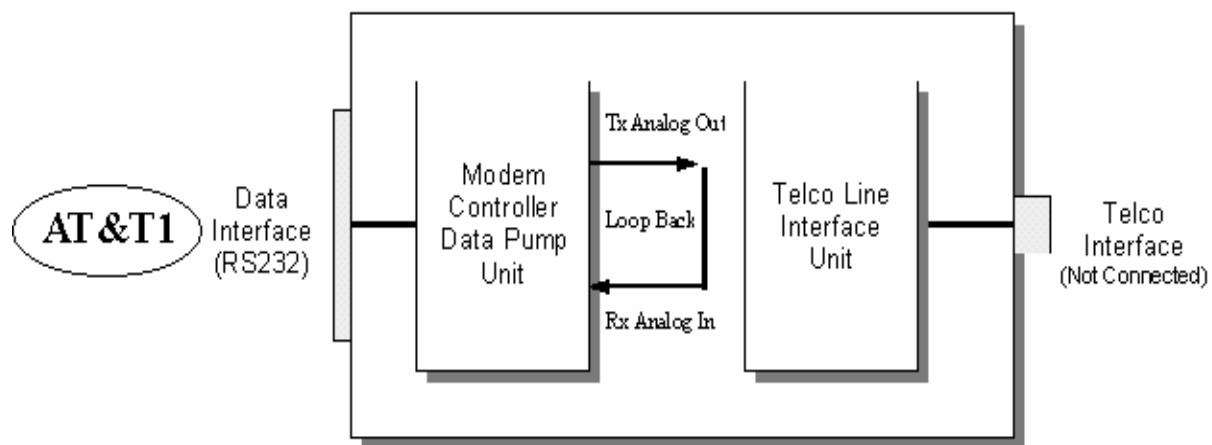

Figure 2 INITIATE LOCAL ANALOG LOOPBACK
**&T1 INITIATE LOCAL ANALOG LOOPBACK (See Figure 2)**